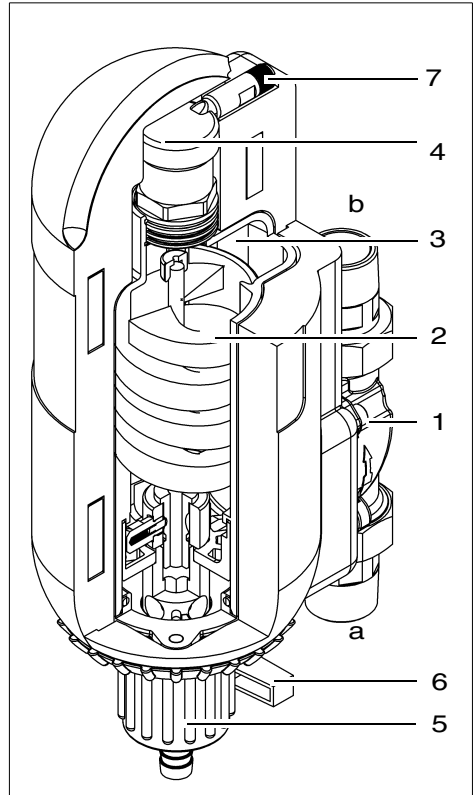

Abb. 10: Funktionsbeschreibung
Das Heizungswasser durchströmt während der Rückspülung von oben nach unten (umgekehrter Durchfluss) die Filterrundbürste (2), somit werden die Schmutzpartikel nach unten durch den geöffneten Kugelhahn ausgespült. Nachdem ca. 2 bis 3 Liter Rückspülwasser gespült wurden muss der Kugelhahn wieder dicht verschlossen werden. Das Handrad (5) bis zum Anschlag nach Rechts zurückdrehen. Somit ist der Rückspülfilter in Betriebsstellung. Der Kugelhahngriff (6) steht nun wieder hinter dem Rückspülfilter (siehe Abb. 10).